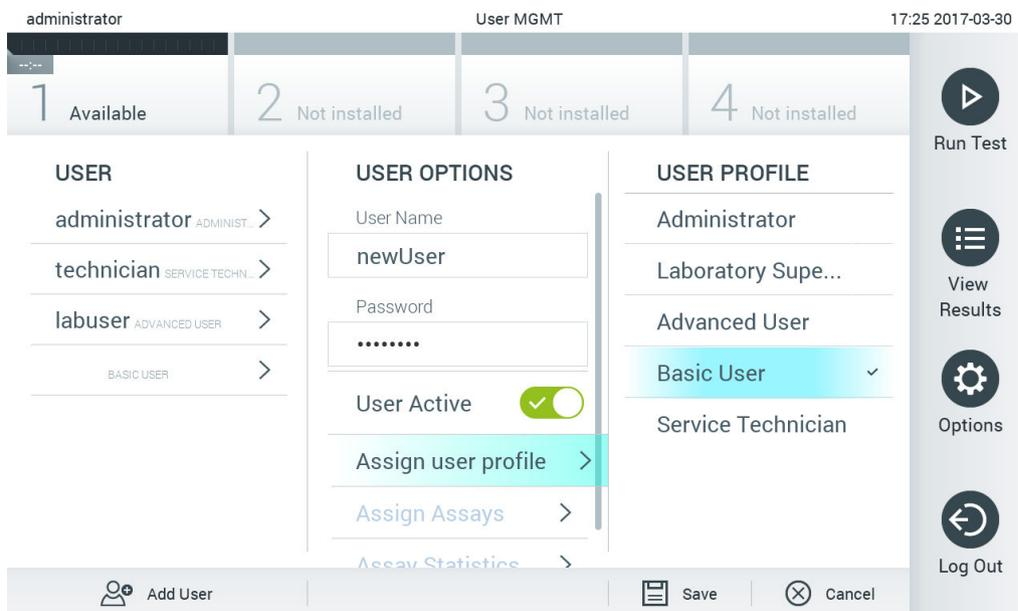

図 58. ユーザープロファイルを新規ユーザーに割り当てる。
4. **Assign User Profile** (ユーザープロファイルの割り当て) を押し、新規ユーザーに適切なユーザープロファイルを (コンテンツエリアの右側のリストから) 割り当てます (図 58)。